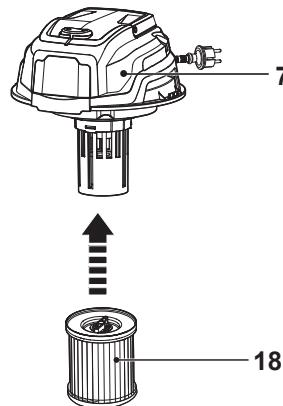
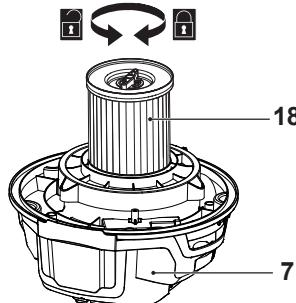

Fig. 6
Fig. 16
- > Monte el filtro de cartuchos (18) en la unidad del motor (7) (Fig. 6). Asegúrese de que el filtro encaja bien en su posición. Véase la Fig. 16.
- > Use el filtro de cartuchos (18) para recoger partículas que no capture la bolsa de polvo (19). Monte siempre el filtro de cartuchos (18) en la unidad del motor (7) si va a aspirar en seco (Fig. 16). Si utiliza el producto sin el filtro de cartuchos (18) puede dañar la unidad del motor.
- > Revise el filtro de cartuchos (18) periódicamente. Sustitúyalo por uno nuevo, si fuera necesario.
- > Lave el filtro de cartuchos (18) con frecuencia con agua limpia, y deje que seque al aire. No espere a que el filtro esté totalmente sucio. Le recomendamos que revise el filtro cuando el producto no tenga una potencia de succión suficiente.